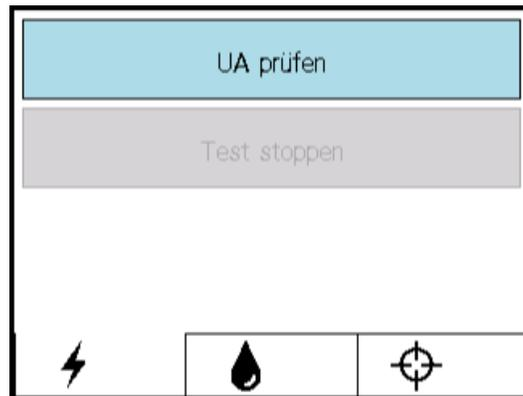

Abbildung 17: PSIB-Anzeige – Registerkarte „HF“
- Klicken Sie auf der Registerkarte **HF** der PSIB-Anzeige (*Abbildung 17*) oder in der HF-Informationsbox im Arbeitsbereich *Einrichtung* (*Abbildung 18*) auf **UA prüfen**. Das System sendet kurze Leistungspakete an alle zehn UA-Elemente, um Kontinuität und Funktion aller zehn Kanäle sicherzustellen.
Nach Abschluss des HF-Leistungstests zeigt die PSIB eine kurze Meldung an (*Abbildung 17*).